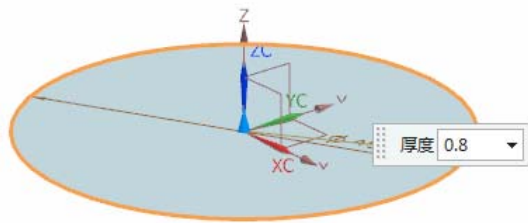

图 4-18 预览所创建的突出块特征
(4) 单击“完成”图标，草图绘制完毕，视图区预览显示如图 4-18 所示的钣金件。